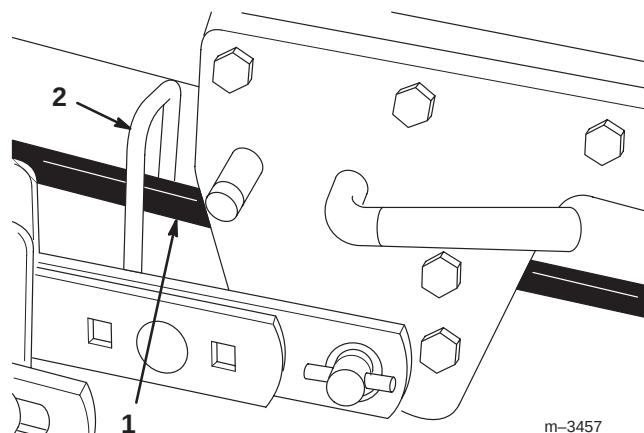

Figure 12
5. Faites passer la courroie par-dessus le plateau de coupe puis en avant dans le guide de courroie (Fig. 12).